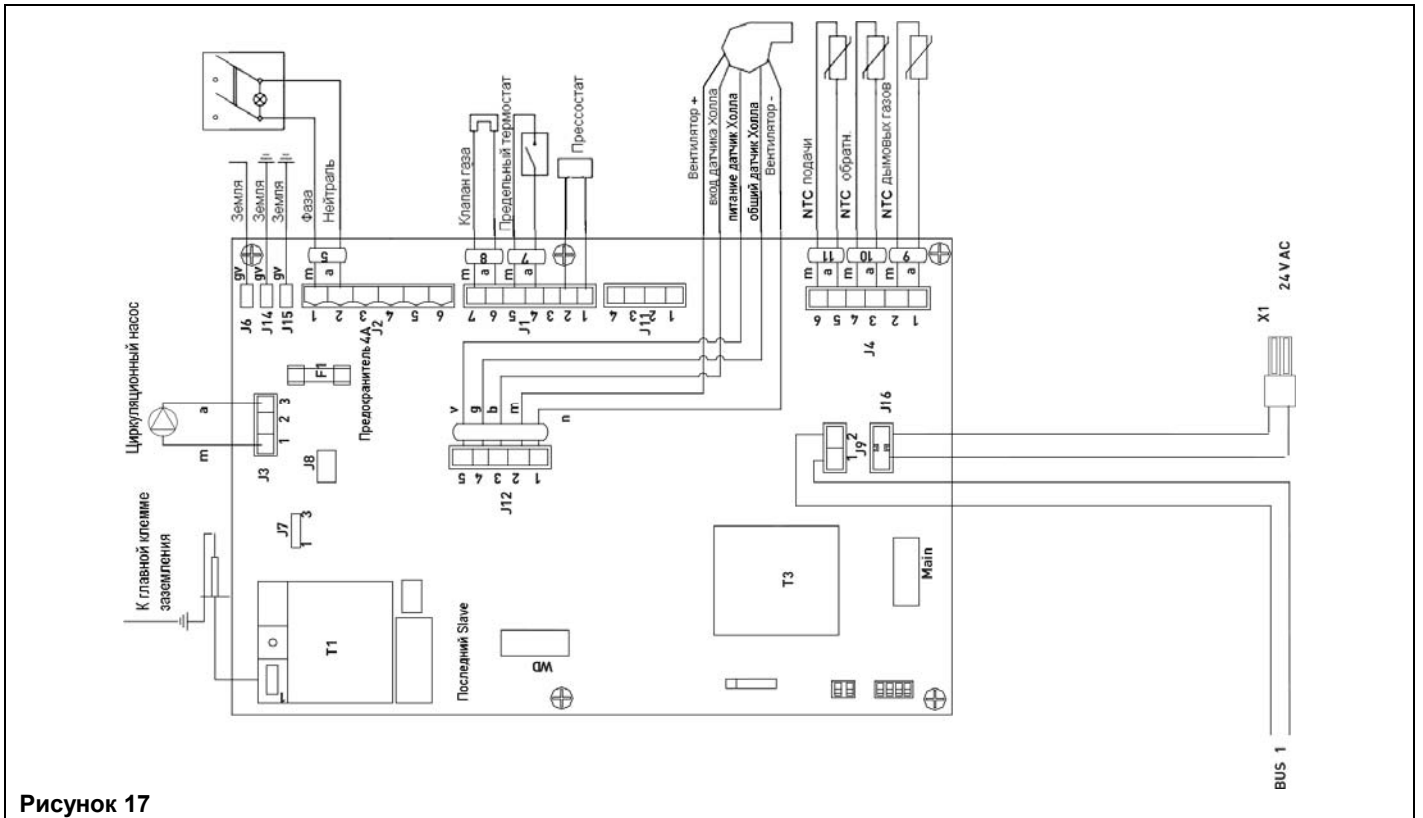

Рисунок 17
- Присоедините клемму X1 (свободная клемма, соединённая с разъёмом J16 последнего подчинённого “slave” модуля каскада) к источнику питания 24 В ~ (смотри Рисунок 17).